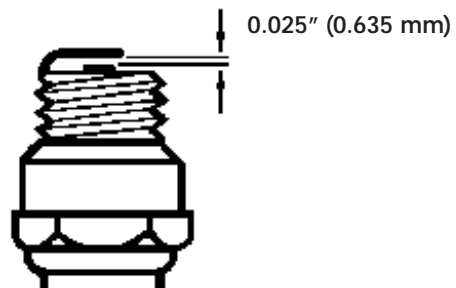

Fig. 32
1. L'écartement de bougie = 0,635 mm (0,025 po) (Fig. 32).